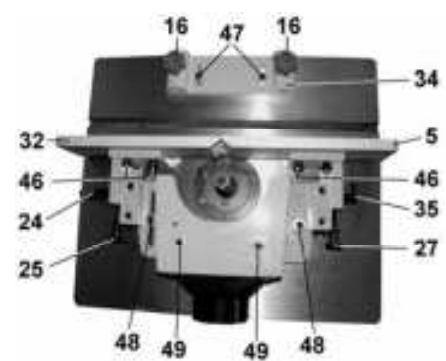

Рис.6
8.3.3. На корпусе узла направляющих планок (50) установите и закрепите двумя винтами (49) подиум (21). На подиуме (21) установите и четырьмя винтами закрепите стойку (28), Рис. 6,7.
8.3.5. Прижимы (26) установите и винтами фиксации (16) закрепите в корпусе прижимов (34). Положение корпуса прижимов (34) закрепите винтами фиксации (47), Рис.6,7.
8.4.2. Выкрутите транспортировочные винты (48), на их место через шайбы установите винты фиксации (6 и 22) блока направляющей передней планки (50), Рис.6, 7.
9.1.2. Поверните ручки фиксации (24, 34) против часовой стрелки. Винтами (25, 27) установите переднюю и заднюю направляющие планки (5 и 32) в одной плоскости по касательной к окружности резания фрезы, Рис.6.
9.1.3. При сквозном (плоском и профильном) фрезеровании задняя направляющая планка (5) остаётся, как указано в п.9.1.2, а переднюю направляющую планку (32) установите параллельно задней направляющей планке (5), но со смещением к касательной окружности резания на величину состругиваемого слоя. Ручками фиксации (25 и 27) закрепите положение направляющих планок (5 и 32), Рис.6.
9.1.7. В зависимости от диаметра применяемой фрезы направляющие планки (5 и 32) необходимо сдвигать или раздвигать, положение направляющих планок (5 и 32) закрепляется фиксирующими гайками (46), Рис.6.